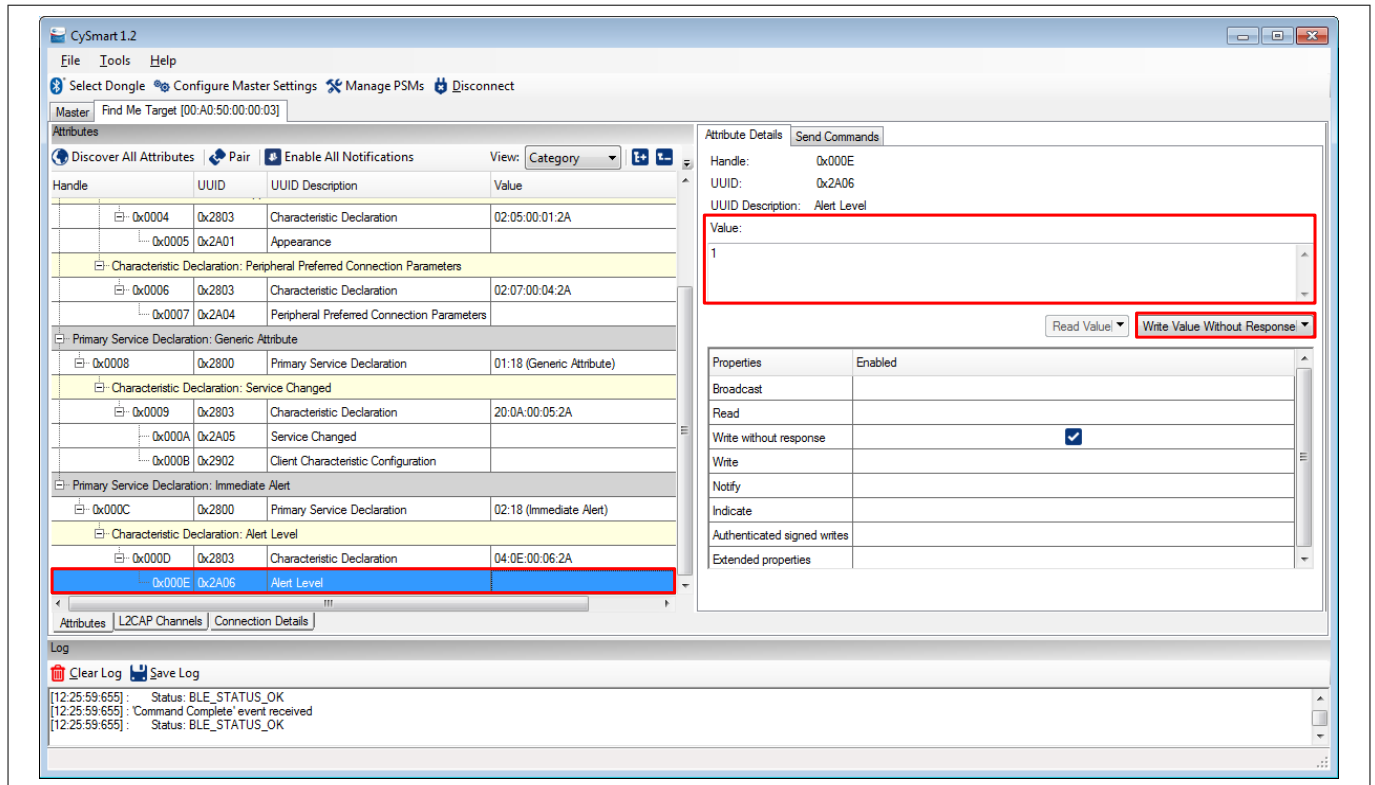

図 60 CySmart ホスト エミュレーション ツールでのテスト
- Attributes** ウィンドウをスクロールダウンし、**Immediate Alert** サービスのフィールドを探します。図 60 に示すように、**Immediate Alert** サービスの下の **Alert Level** 特性に 0、1、または 2 の値のいずれかを書き込みます。アラートレベル特性の設定ごとに、ご使用のデバイス上の LED 状態変化を観察します。